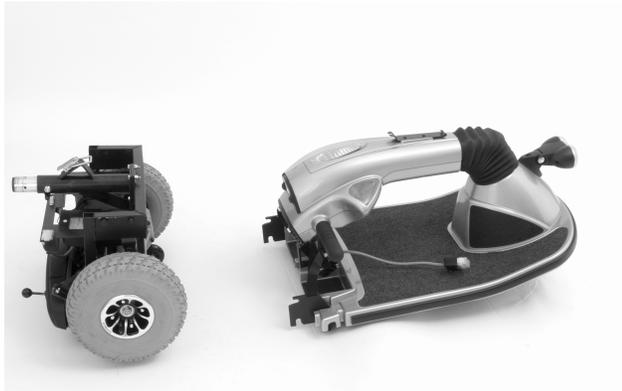

Abb. 22. Rahmenteile
1. Vorder- und Heckteil Ihres Elektromobils wie in Abb. 22 hinstellen.